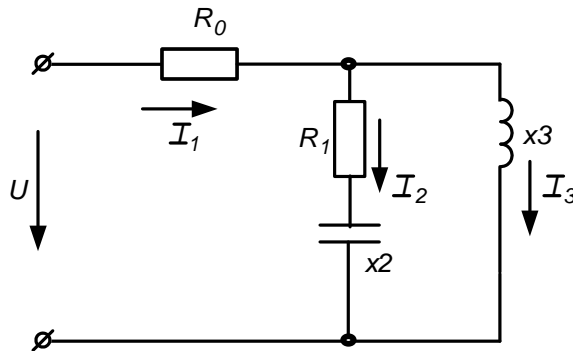

Рисунок 54
**Задача 53.** К зажимам цепи (рис. 54) подведено синусоидальное напряжение, действующее значение которого  $U=100$ В. Сопротивления  $R_1=2$ Ом,  $R_2=4$ Ом,  $x_2=10$ Ом,  $x_3=4$ Ом. Рассчитать токи ветвей, активную и реактивную мощности, построить векторную диаграмму.